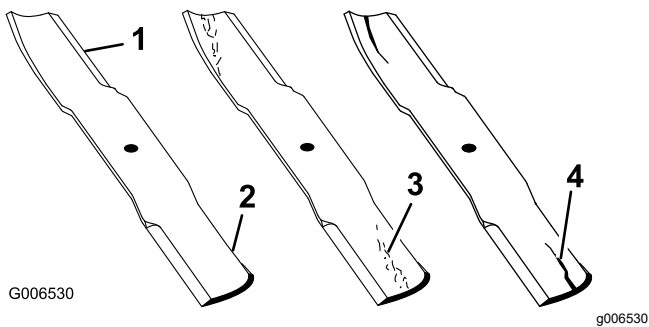

Figure 73
1. Examinez le tranchant des lames (Figure 73).
4. Remplacez immédiatement toute lame fendue, usée ou qui présente une entaille sur cette partie (Figure 73).